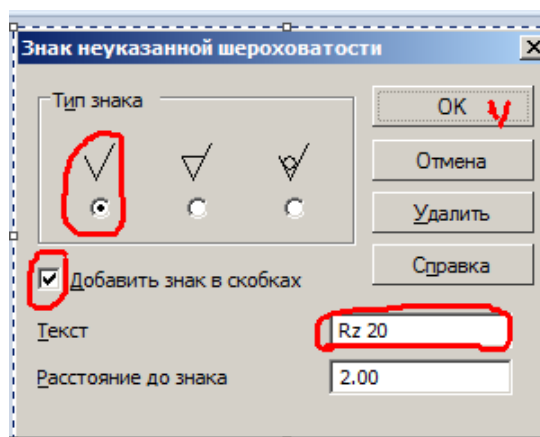

Рис. 40. Диалоговое окно **Знак неуказанной шероховатости**
- щёлкните во всплывающем меню по пункту **Ввод**. Появится диалоговое окно **Знак неуказанной шероховатости** (рис. 40);